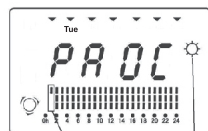

fig. 15
- Funcționare în modul „Confort -2” Marți de la ora 0:00 până la ora 01:00 dimineață (fig.15)